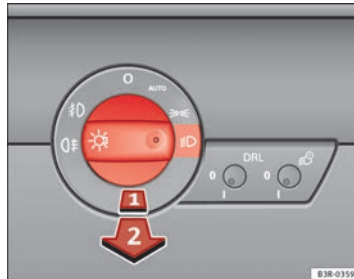

Abb. 82 Ausschnitt aus Instrumententafel: Lichtschalter
- Drehen Sie den Lichtschalter ⇒ Abb. 82 auf die Position ☀️.
- Drehen Sie den Lichtschalter ⇒ **Abb. 82 nicht** auf das Symbol .
- Drehen Sie zunächst den Lichtschalter ⇒ **Abb. 82** auf die Position oder .